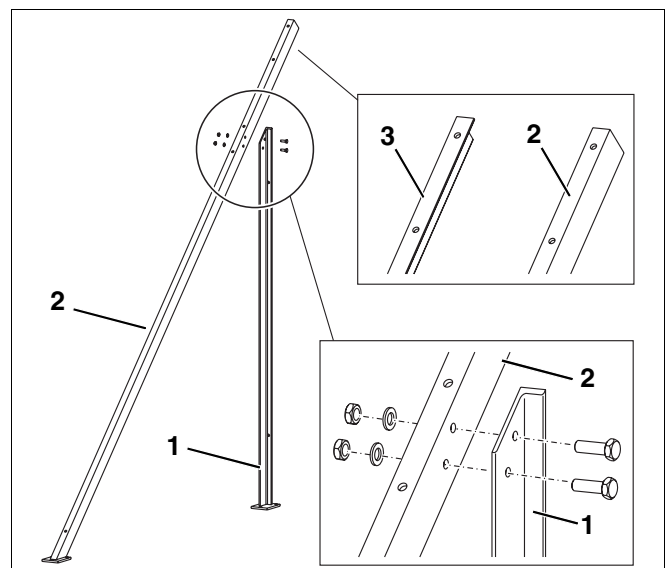

Fig. 5 Montaje del apoyo derecho
- ▶ Monte previamente el apoyo derecho de 45° largo (fig. 5, **pos. 1**) y el apoyo corto (fig. 5, **pos. 2**) verticalmente en el lado derecho con los tornillos M8 x 20, las tuercas y las arandelas. Utilice para ello dos llaves fijas de tamaño 13.